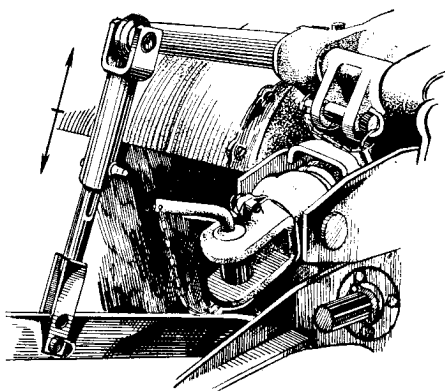

Fig. 77
L. H. Telescopic Strut (Fig. 77)